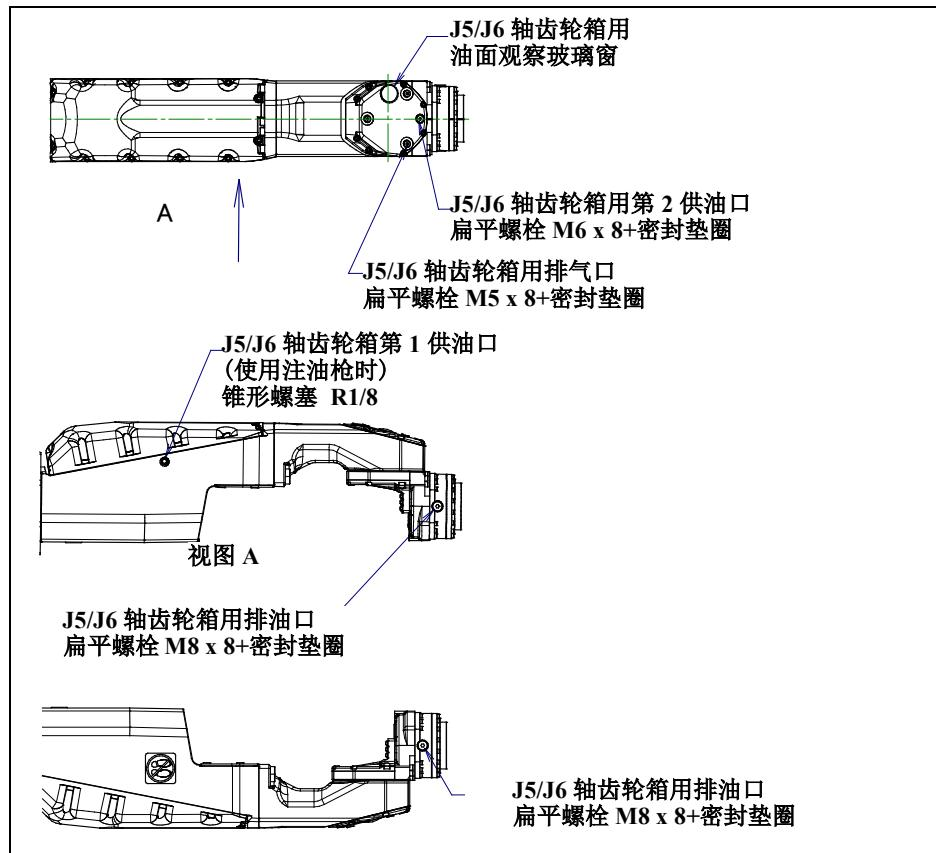

图 8.3.2.3 (b) 供油口和排油口
- 3 在排油口下设置油盘。把第一供油口和排油口的锥形螺塞、扁平螺栓和密封垫圈取下。(参照图 8.3.2.3 (b)) (此时, 为了防油的溢出到周围, 首先把排油口的螺栓取下。)